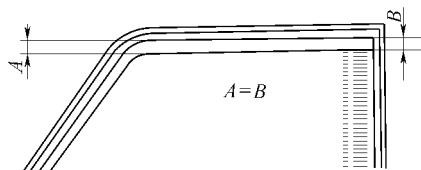

图 17-42 调整车门玻璃
(6) 安装前车门玻璃的内密封条。
(7) 调整车门玻璃。上下调整平衡臂使图 17-42 所示的尺寸 A 和 B 相等，然后将其旋紧。